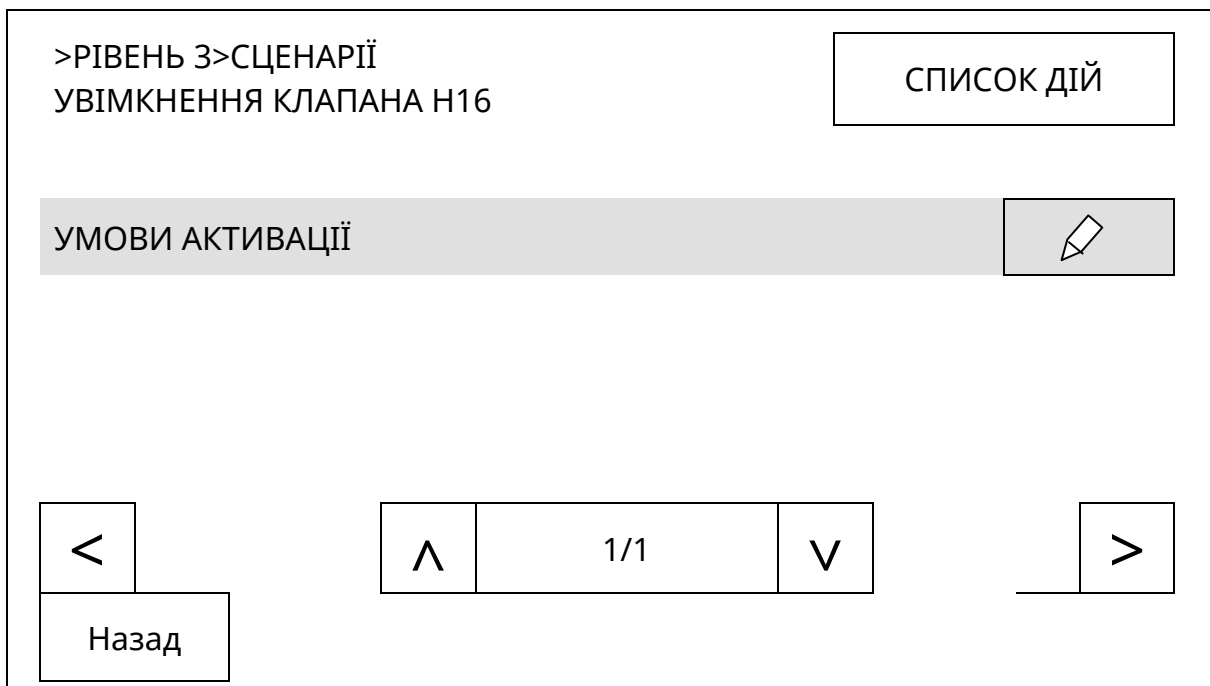
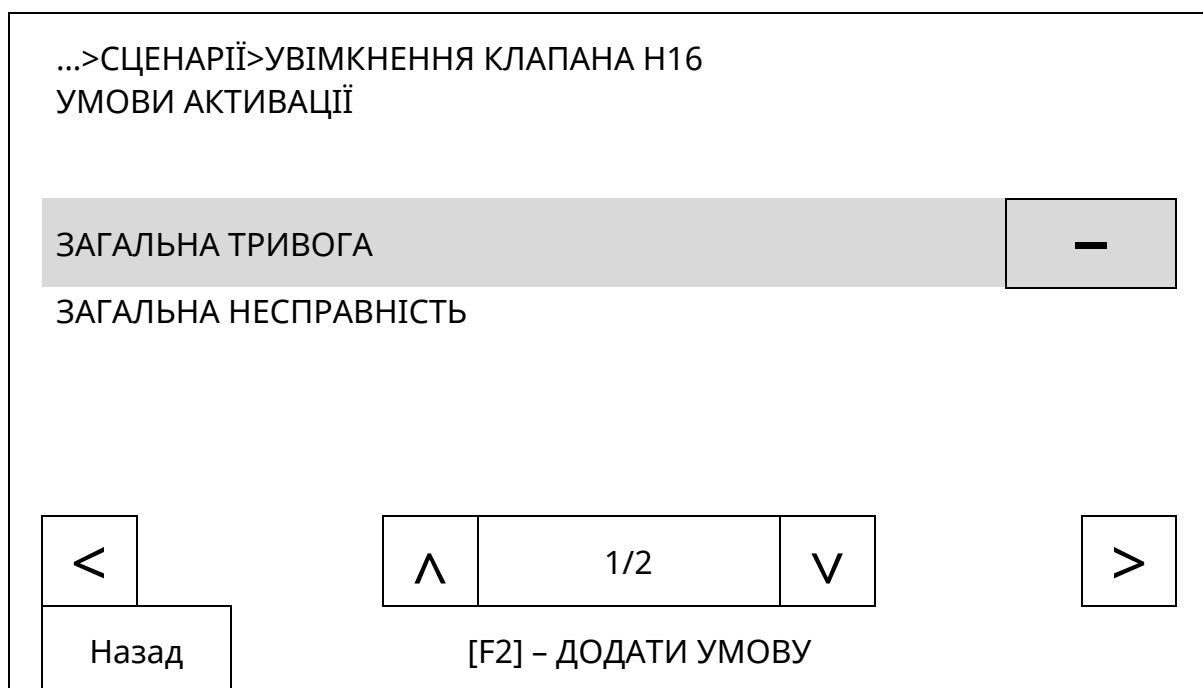

Рисунок 10.18.4 - Перехід до налаштування умов виконання дії
Рисунок 10.18.5 - Перелік умов початку виконання дії
10.18.3.1 Після створення переліку дій в сценарій необхідно додати умови для його виконання. У вікні рис. 10.18.3 необхідно доторкнутися до кнопки [УМОВИ АКТИВАЦІЇ]. Результат зображений на рис. 10.18.4.
Якщо доторкнутися до кнопки [] у виділеному рядку (рис. 10.18.4), то відкривається вікно загальних налаштувань умов активації сценарію:
- тип логіки – «АБО» (за замовчуванням) та «І». Якщо вибрана логіка «АБО», то сценарій активується при існуванні будь-якої з умов зі списку (рис. 10.18.5), якщо вибрана логіка «І», то сценарій активується тільки при існуванні всіх умов зі списку;
10.18.3.2 Якщо у вікні рис. 10.18.4 доторкнутися до кнопки виділеного рядка «УМОВИ АКТИВАЦІЇ», відкривається вікно рис.10.18.5, в якому формують перелік умов активації сценарію. За замовчування в переліку жодної умови немає. Для додавання умов в перелік необхідно натиснути кнопку F2 на передній панелі ППКП (виконати дію [F2 – додати умову]).
Деякі з умов передбачають попереднє налаштування параметрів. Для переходу до налаштування умови потрібно в переліку (рис. 10.18.5) виділити потрібний рядок і доторкнутися до нього.